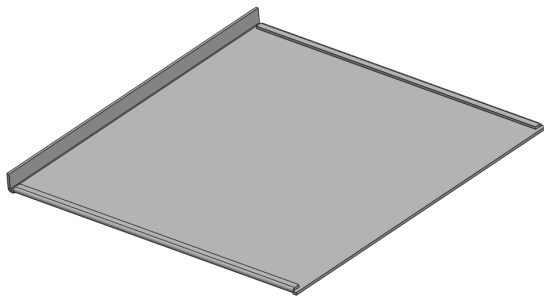

图 13-58 创建褶边特征效果
(11) 单击【反向】按钮，设置【缝隙距离】为 0.2，单击【确定】按钮，创建褶边特征，效果如图 13-58 所示。